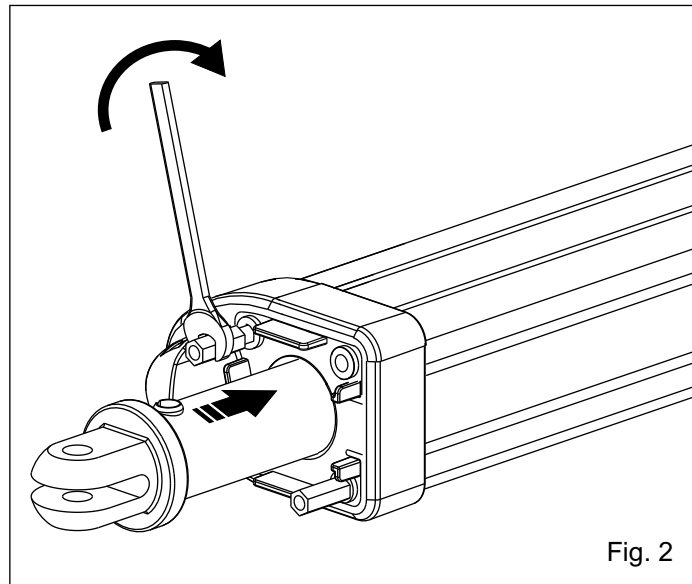

Fig. 2
2. Atornillar completamente los 2 dados hexagonales suministrados con el golpe mecánico (Fig. 2)